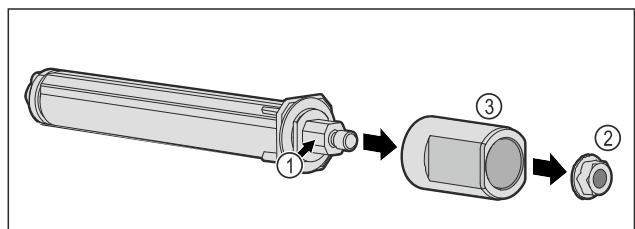

Fig. 58
- ▶ Türschließsystem Fig. 58 (1) nicht zerlegen.
- ▶ Mutter Fig. 58 (2) entfernen.
- ▶ Hülse Fig. 58 (3) abnehmen.